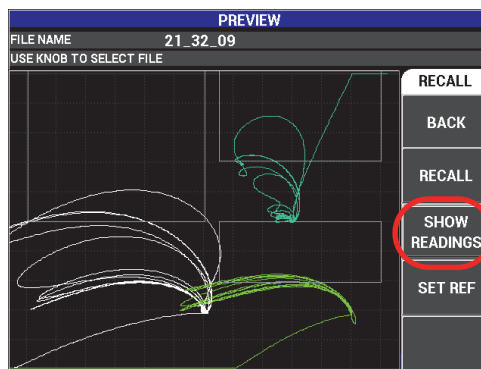
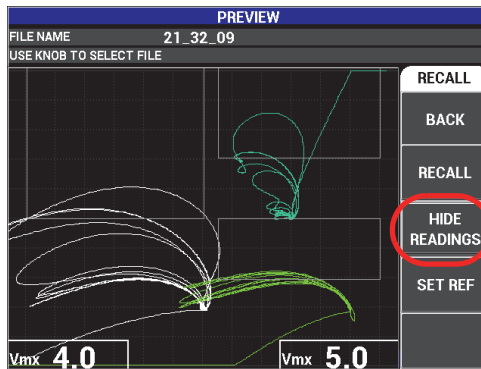

Abbildung 4-13 Funktion zum Anzeigen der Messwerte
Abbildung 4-14 Funktion zum Ausblenden der Messwerte
- Anzeigen oder Ausblenden der Messwerte mit der Funktionstaste C (siehe Abbildung 4-13 auf Seite 104 und Abbildung 4-14 auf Seite 105).